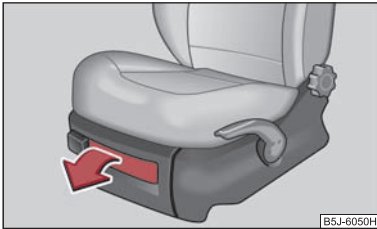

Abb. 81 Vordersitz: Ablagefach
- Zum Öffnen der Klappe Verschluss anklicken und Klappe aufziehen ⇒ Abb. 81.